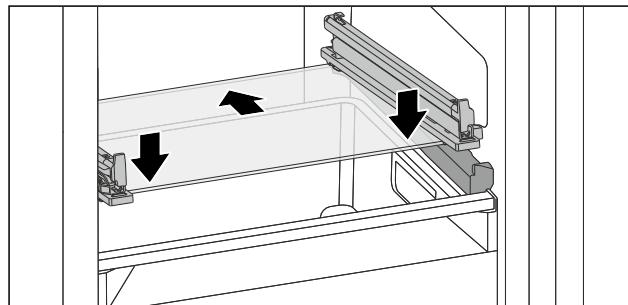

Fig. 74 Placa de vidrio del cajón inclinable
- ▶ Coloque la placa de vidrio inclinada detrás de los topes. (consulte Fig. 74)